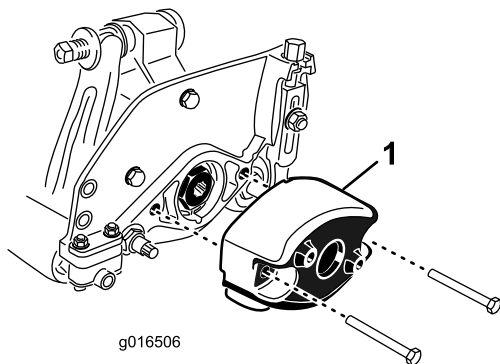

図 9
1. カウンタウェイトをカッティングユニットの左側に固定しているボルト2本を外す。カウンタウェイトを取り外す図9。
ど取り外したボルトを使ってウェイトをカッティングユニットに取り付ける図9。各ねじを16-20 N-m 12-15 ft-lb = 1.7-2.1 kg-m にトルク締めする。